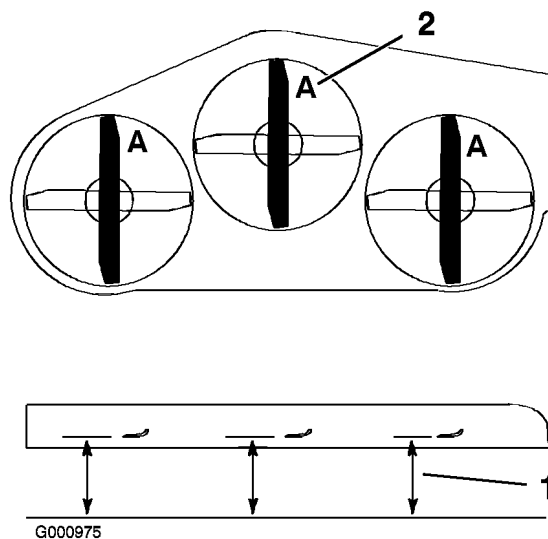

Figure 62
3. Tournez les lames dans le sens longitudinal (Figure 62). Mesurez la distance entre la surface plane et le tranchant (position A) des lames (Figure 62) et notez cette valeur.